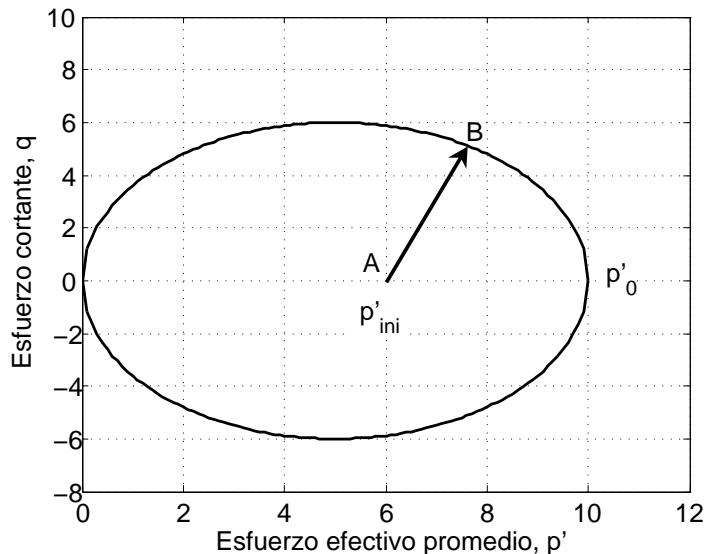

Figura 1: Coordenadas del punto B
2. Cuando se desea modelar un ensayo sobreconsolidado calcular las coordenadas del punto B , figura 1. Si es un ensayo normalmente consolidado las coordenadas del punto B son iguales a las coordenadas del esfuerzo de preconsolidación p'_0 .